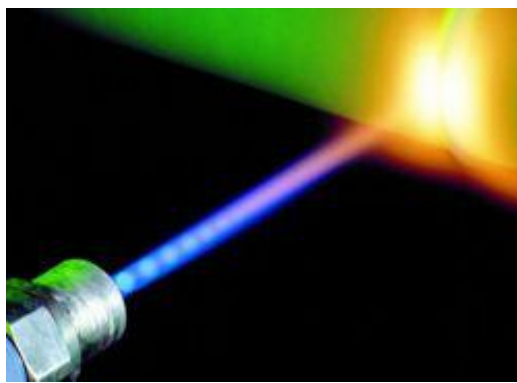

Рисунок 2
- Полупроводниковый лазер (рисунок 2);